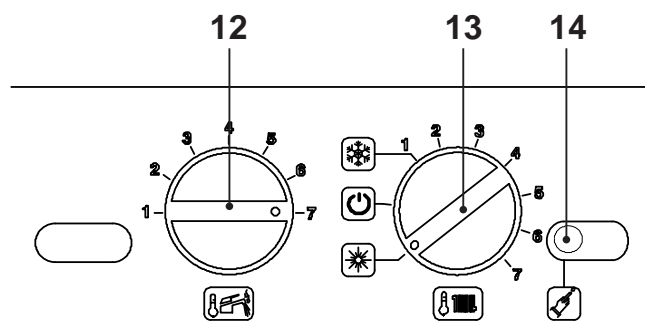

Fig. 9.8
- Posizionare le manopole del pannello comandi come indicato in Fig. 9.8.
- Per entrare nella modalità Spazzacamino bisogna entrare in programmazione premendo per 15 secondi il pulsante di ripristino 14 in Fig. 9.8 fino alla comparsa del parametro **P01**.
- Premere il pulsante di ripristino 14 in Fig. 9.8, per lo scorrimento dei vari parametri sino al raggiungimento del parametro valido per il settaggio della modalità Spazzacamino. Sul display LCD compare la seguente visualizzazione (la sequenza **P09** si alterna a **00**).